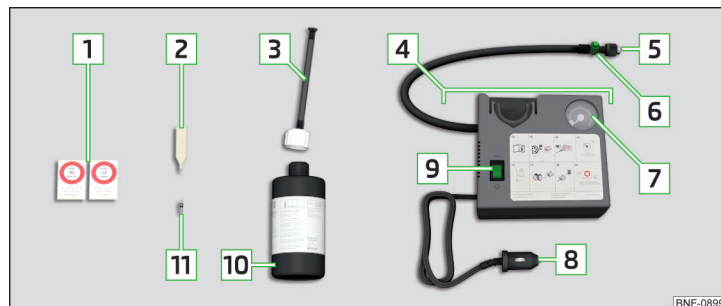

Fig. 156 Beskrivelse af havarisæt
- Sæt værktøjet til afmontering af ventilkegler **2** » Fig. 156 på side 127 på ventilkeglen, så ventilkeglen passer ind i slidsen på værktøjet til afmontering af ventilkegler.
- Skru påfyldningsslangen **5** » Fig. 156 på side 127 fast på dækventilen.
- Klæb den pågældende mærkat **1** » Fig. 156 på side 127 på instrumentpane- let i førerens synsfelt.